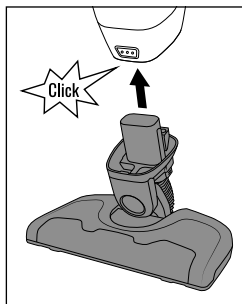

Fig. 2
- ◆ Sæt motorenheden ⑧ ind i gulvmundstykket ⑭, indtil den klikker hørbart på plads (se fig. 2).